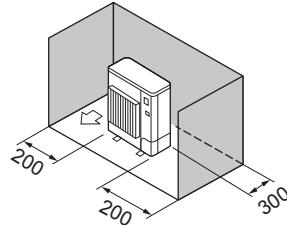

Fig. 2-9
③ Alleen obstakels aan de achterzijde en de zijkanten (Fig. 2-9)